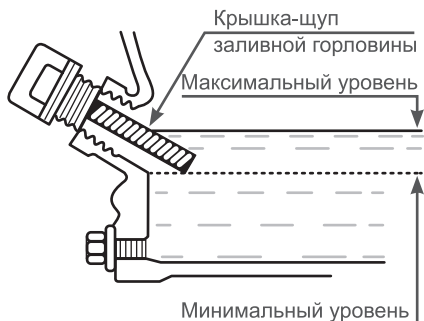

Рис. 16 Уровень масла в картере
2. Снимите крышку/щуп маслозаливного отверстия (А) Рис. 16.
4. Установите на место крышку/щуп, не закручивая его. Снова извлеките щуп, уровень масла должен соответствовать верхней отметке на щупе (В) Рис.16, что соответствует нижнему краю маслозаливной горловины.
Нормальным считается, когда масло находится на уровне нижнего края заливной горловины Рис.16.